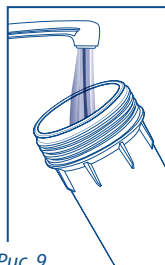

Рис. 9
4. Промойте колбу и крышку водопроводной водой (рис. 9, 10).